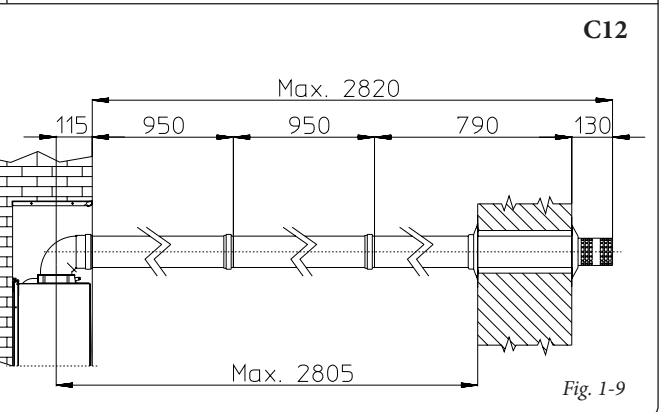

Fig. 1-9
- Prolunghe per kit orizzontale (Fig. 1-9). Il kit orizzontale di aspirazione-scarico Ø 60/100 può essere prolungato fino a una *misura max. di 3000 mm* orizzontali, compreso il terminale grigliato ed esclusa la curva concentrica in uscita dalla caldaia. Tale configurazione corrisponde ad un fattore di resistenza uguale a 100. In questi casi è necessario richiedere la apposite prolunghe. Determinare la misura sommando questi valori: Spessore parete + sporgenza interna + sporgenza esterna.